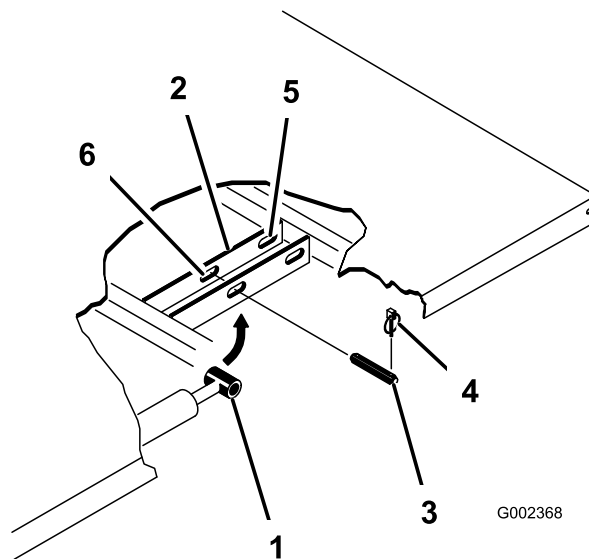

Рисунок 35
2. Удалите шплинты из наружных концов штифтов с отверстием под шплинт на штоках гидроцилиндров (Рисунок 35).
3. Удалите штифты с отверстием под шплинт, которые крепят концы штоков гидроцилиндров к монтажным плитам кузова, протолкнув штифты внутрь (Рисунок 35).
4. Выньте шплинты и штифты с отверстием под шплинт, которые крепят шарнирные кронштейны к швеллерам рамы (Рисунок 35).